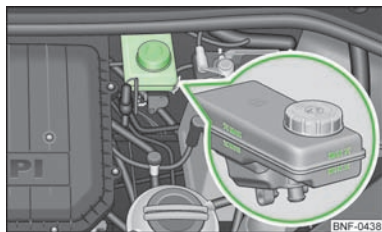

Abb. 100
- Den Bremsflüssigkeitsstand am Behälter prüfen » Abb. 100. Der Stand muss zwischen den Markierungen „MIN“ und „MAX“ liegen.